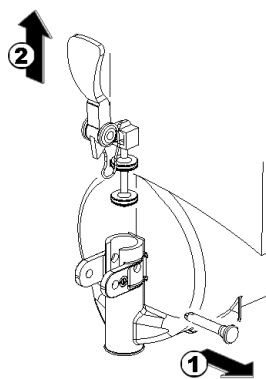

figura 10
- 5 Desarmar el grifo respetando la secuencia indicada (ver figura 10).
3 Armar de nuevo el grifo sobre el contenedor siguiendo la secuencia inversa a la detallada para el desmontaje (vedere figura 10).